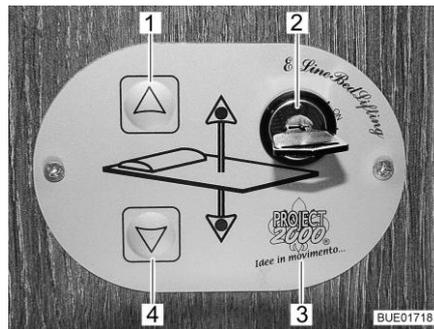
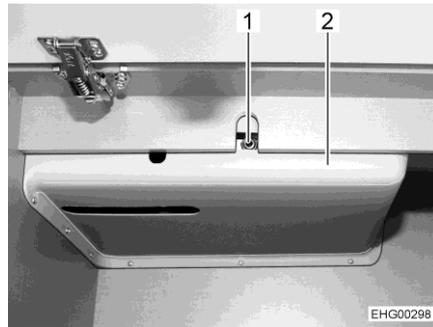

Fig. 100 Commande
Fig. 101 Accès à l'entraînement
Les touches (Fig. 100,1 et 4) sur l'unité de commande (Fig. 100,3) permettent d'abaisser ou de relever le lit escamotable. L'interrupteur à clé (Fig. 100,2) permet de protéger l'unité de commande contre toute utilisation non autorisée.
- Tourner la clé de 90° dans le sens des aiguilles d'une montre dans l'interrupteur à clé (Fig. 100,2). L'unité de commande (Fig. 100,3) est activée.
- Appuyer sur la touche fléchée (Fig. 100,4) et la maintenir pressée jusqu'à ce que le lit escamotable ait atteint la position désirée vers le bas.
- Appuyer sur la touche fléchée (Fig. 100,1) et la maintenir pressée jusqu'à ce que le lit escamotable ait atteint sa position finale supérieure.
S'il n'est plus possible de déplacer le lit escamotable avec les touches fléchées (Fig. 100,1 et 4), contrôler d'abord le fusible derrière l'habillage (Fig. 101,2) (voir paragraphe 9.10). Si le fusible n'est pas défectueux mais qu'il n'est toujours pas possible de déplacer le lit escamotable, y procéder manuellement.
- Insérer la manivelle ou la clé mâle coudée pour vis à six pans creux dans la réception sur le moteur (Fig. 101,1).